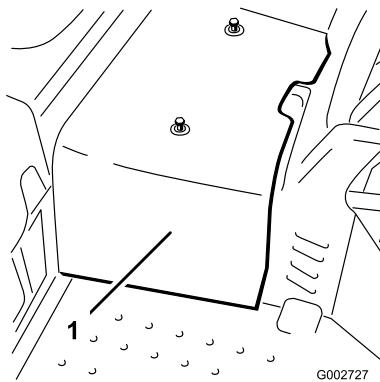

Figura 41
2. Retire os 2 parafusos que fixam o resguardo central à máquina e retire o resguardo (Figura 41).